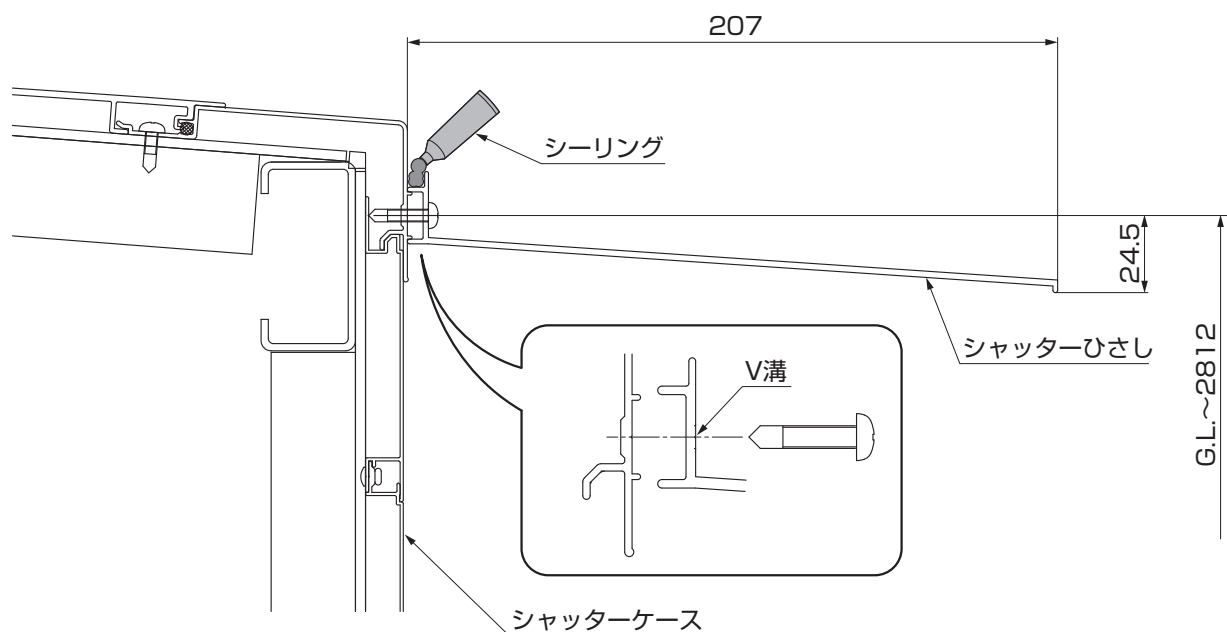

図 1-2 ワイドシャッターC・Fタイプ
- ④シャッターひさし上部に通しでシーリング材を充填してください。(図1-2参照)